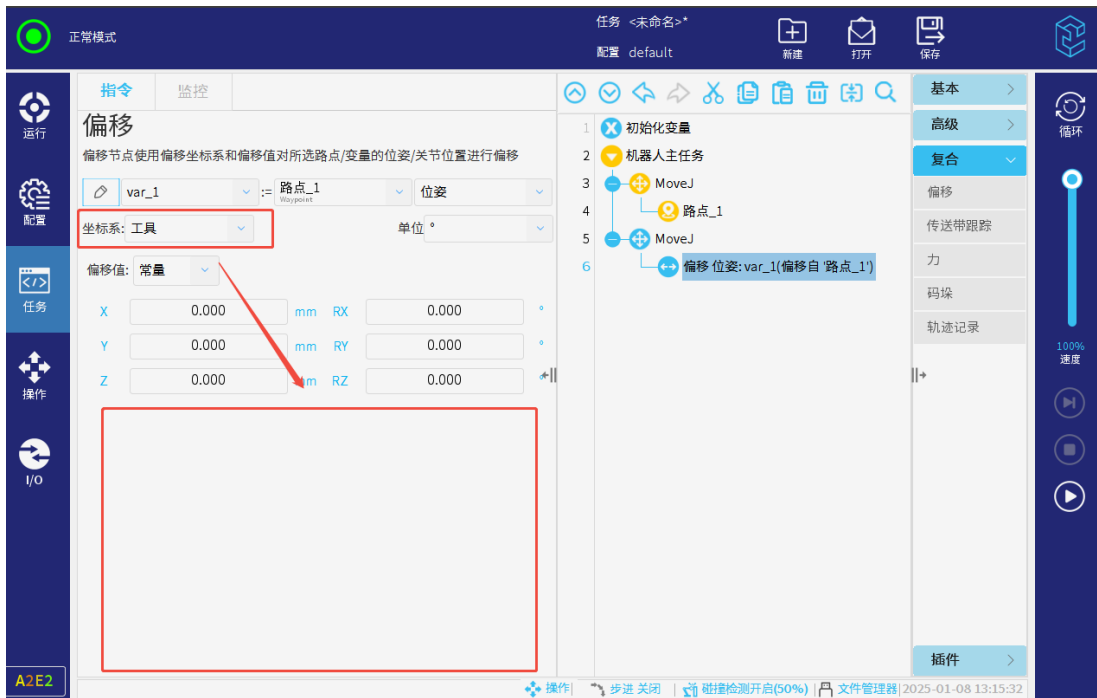

图 3-124: 坐标系为工具坐标系时的数据展示
- 由于工具坐标系对应机器人末端的实时位姿，其数据会跟随机器人的运行状态而发生变化，因此工具坐标系运行时，偏移前后的数据的数同样不展示，如图 3-124所示。